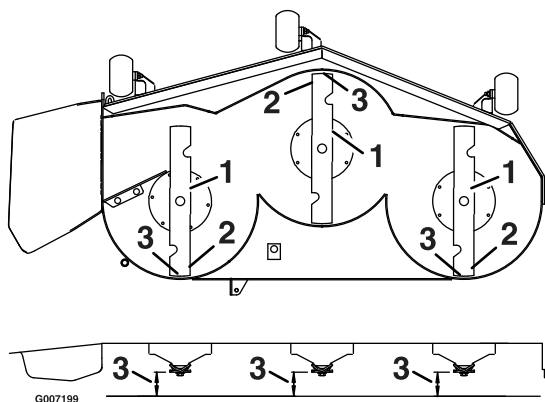

Figura 63
3. Gire cuidadosamente las cuchillas colocándolas en el sentido de avance de la máquina (Figura 63).
4. Mida entre la punta de la cuchilla delantera y la superficie plana y entre la punta de la cuchilla trasera y la superficie plana (Figura 63).